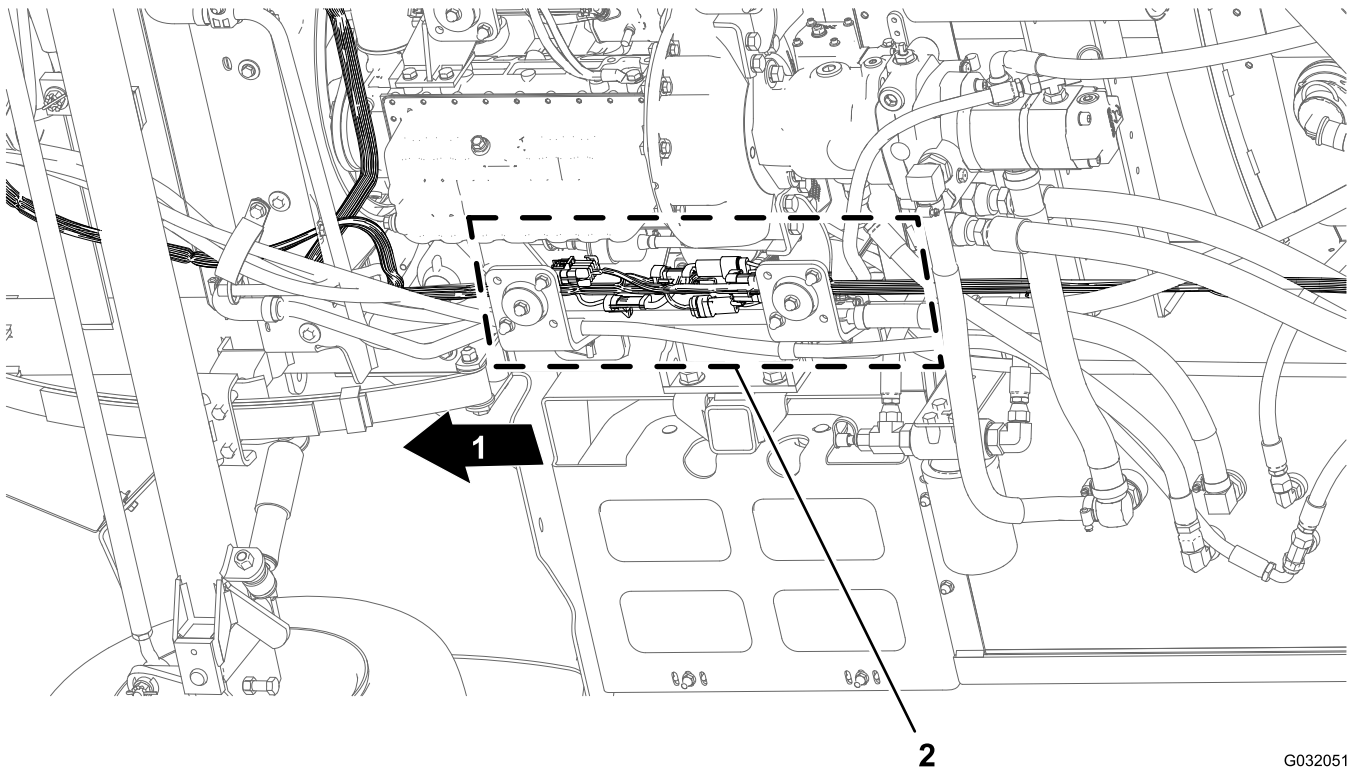

Figura 7
1. Desde debajo de la máquina, en el tubo derecho del bastidor, localice los conectores eléctricos de los arneses de cables delantero y trasero de la máquina (Figura 7).